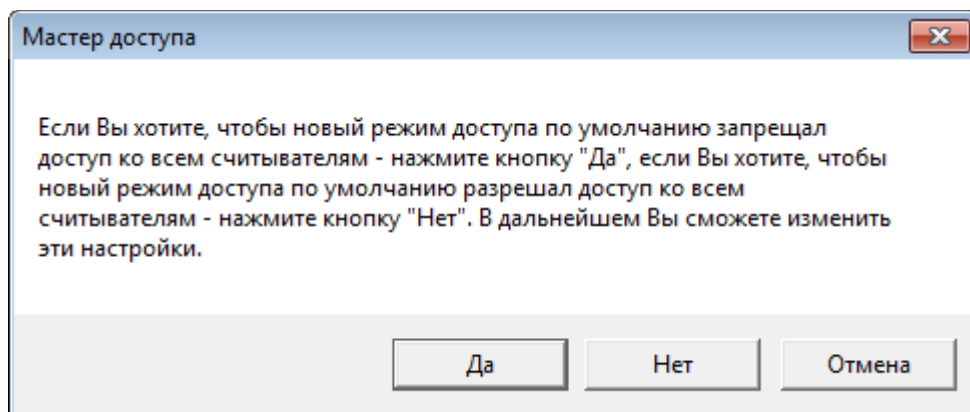

Рисунок 9.114 — Окно **Мастера доступа**
3. В окне мастера доступа (рисунок 9.114) нажмите на кнопку **Да**.